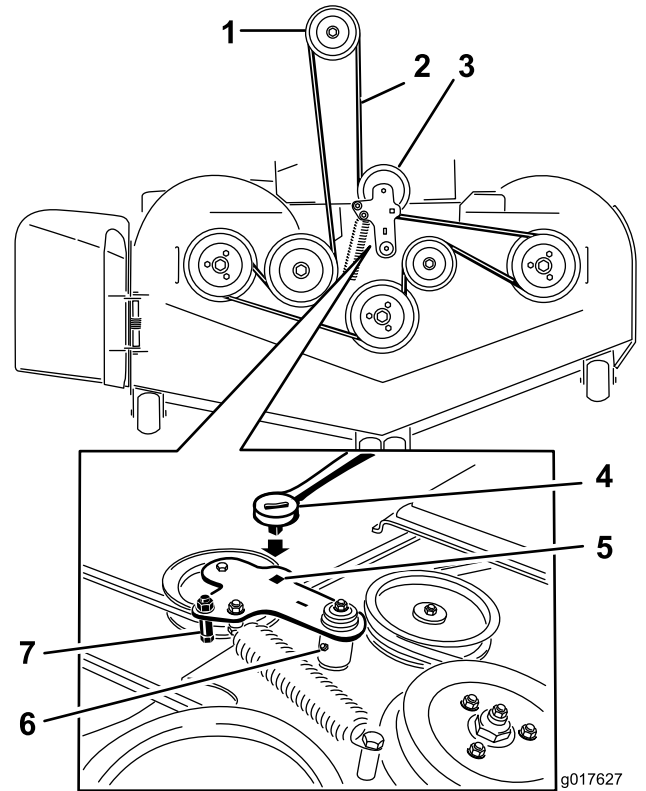

Figura 87
5. Levante la chapa de suelo e introduzca una llave dinamométrica en el taladro cuadrado del brazo tensor de la carcasa (Figura 87).
6. Gire cuidadosamente el brazo tensor de la carcasa en sentido horario y retire la correa del cortacésped (Figura 87).